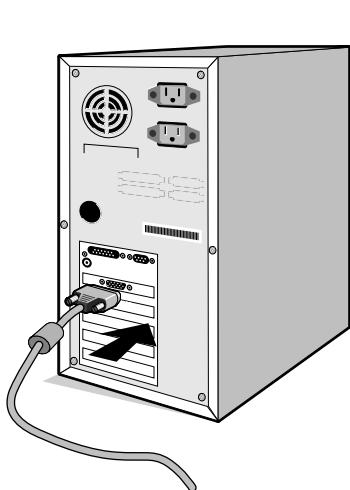

Figure A.1
3. **Pour PC:** Branchez le mini-connecteur D-SUB à 15 broches du câble vidéo approprié sur le connecteur de la carte vidéo de votre ordinateur (**Figure A.1**). Serrez toutes les vis.